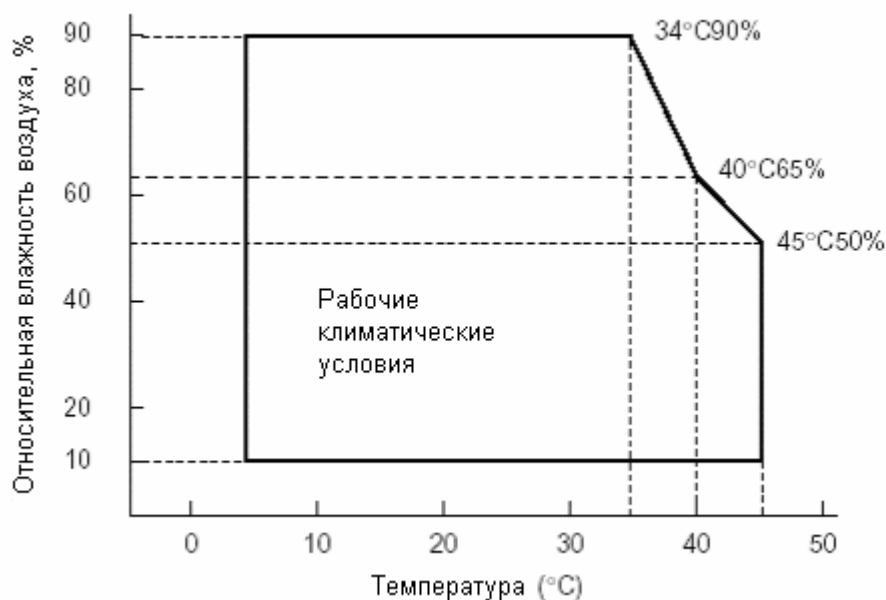

Рисунок 3.1 - Рабочий диапазон температуры и влажности
- температура и влажность (без конденсации) согласно рисунку (Рисунок 3.1);